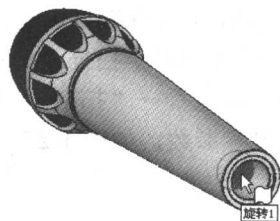
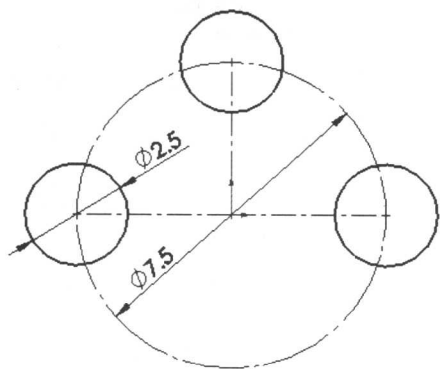
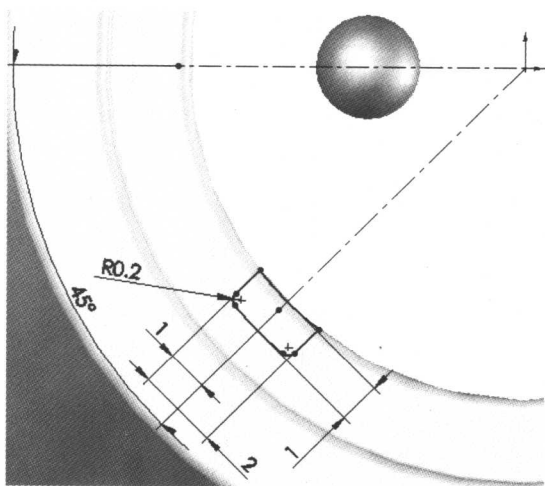

图 1-28 选择面
图 1-29 草图 10
图 1-32 草图 11
(1) 绘制草图 10。选择如图 1-28 所示的面，单击 → , 用草图工具绘制出如图 1-29 所示的草图 10，注意“重合”和“相等”约束，单击图标按钮 退出草图绘制。
(4) 绘制草图 11。选择如图 1-28 所示的面，单击→，用草图工具绘制出如图 1-32 所示的草图 11，注意“重合”和“相切”约束，单击图标按钮退出草图绘制。